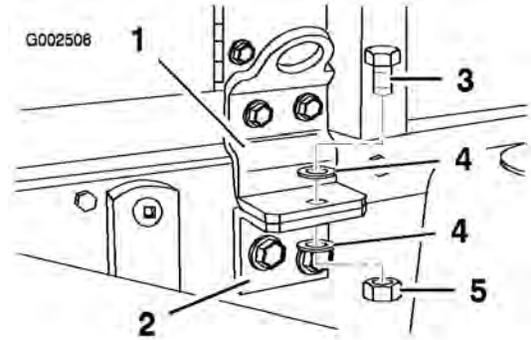

図 21
10. タンク台をフレームに固定する；ボルト (1/2 x 1-1/2 インチ)、ワッシャ2枚 (1/2 インチ)、ロック・ナット (1/2 インチ) を使用して図 21 のように取り付ける。